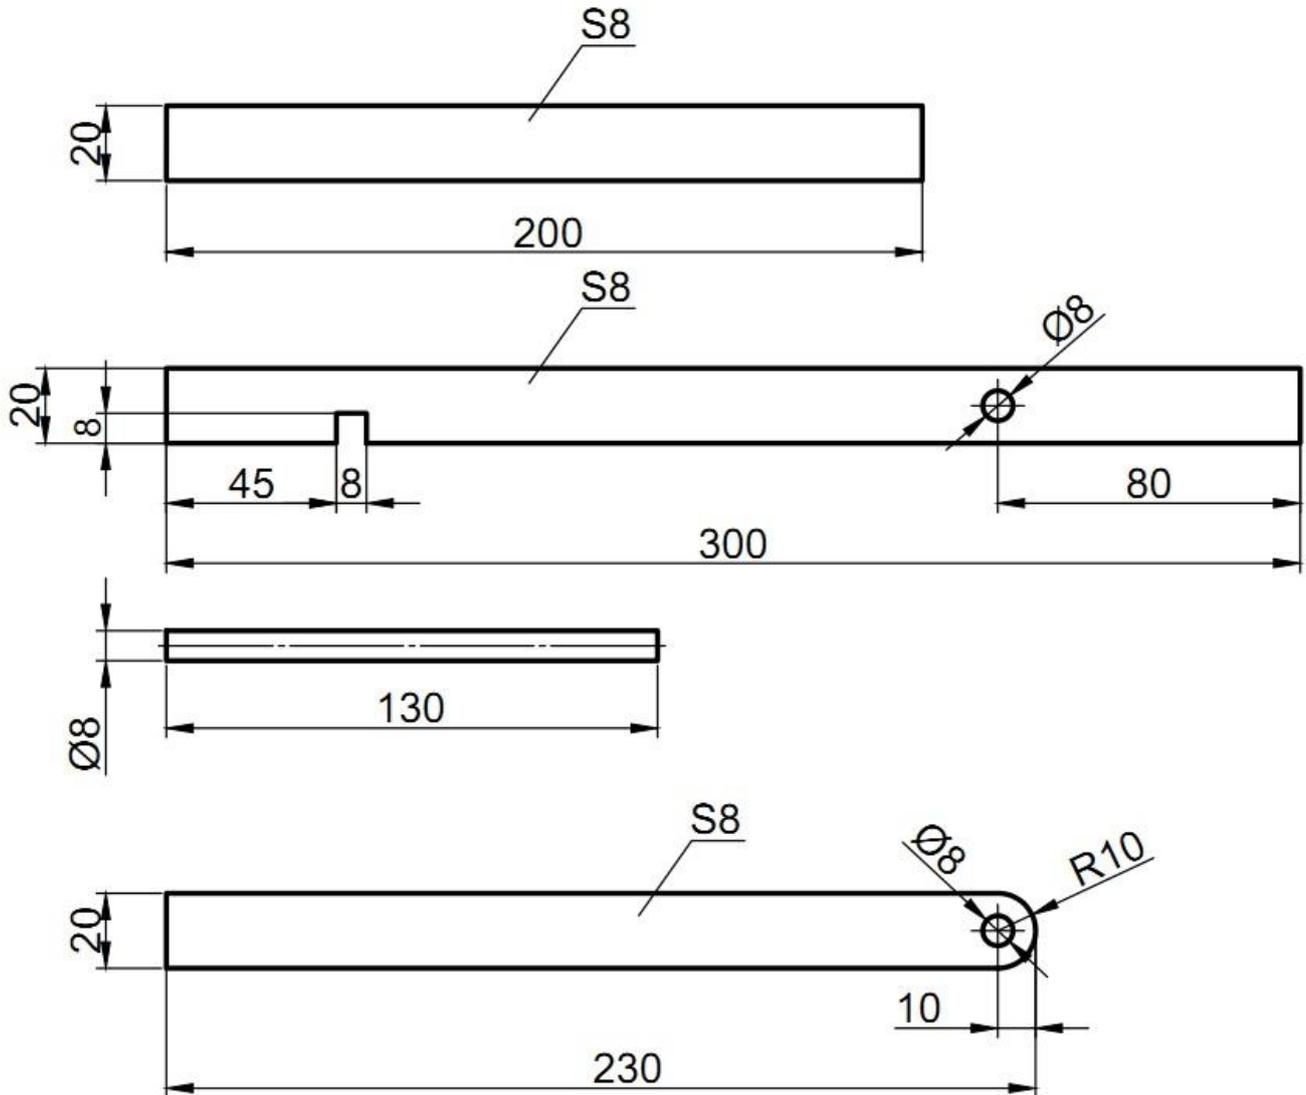

Рис.2
1. По данному образцу (Рис. 1) и эскизу (Рис. 2) изготовить подставку для учебника;